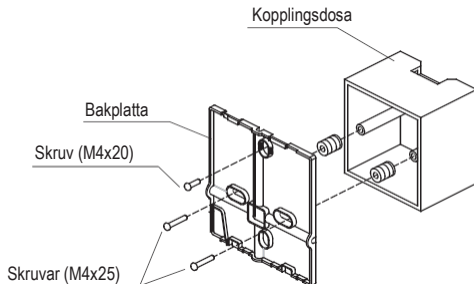

Fig. 3-6
- För försänkt montering: Sätt fast bakplattan på kopplingsdosen med två skruvar (M4x25) och sätt fast den på väggen med en skruv (M4x20). (Fig.3-6)